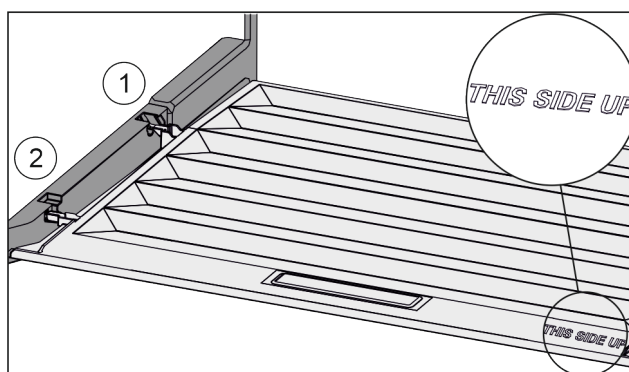

Fig. 49
- ▶ Ramiona pokrywy wprowadzić ponad otworem tylnego uchwyty Fig. 49 (1) i zażebić z przodu w uchwycie Fig. 49 (2).